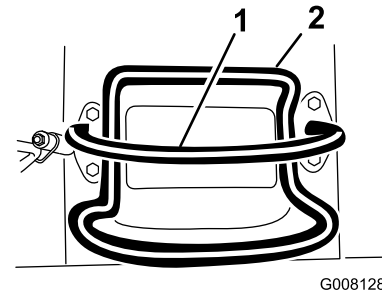

Figure 5
- Pour arrêter la machine, relâchez la commande de déplacement (Figure 5).